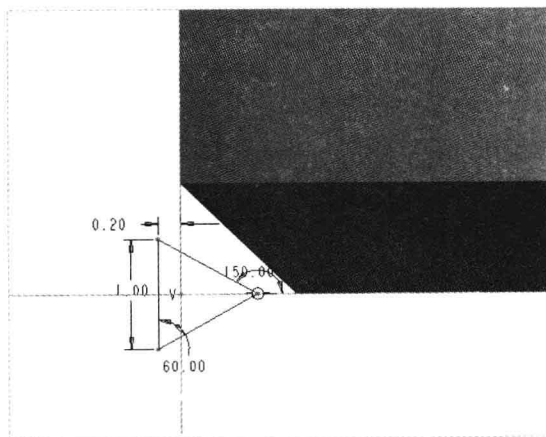

图 16-49 绘制截面 2
Step 05 返回“螺旋扫描”选项卡，单击“截面”按钮 ，进入草绘环境，单击“草绘”选项卡中的相应按钮，绘制截面，如图 16-49 所示，单击“关闭”面板中的“确定”按钮 ✓，完成截面绘制并退出草绘环境。